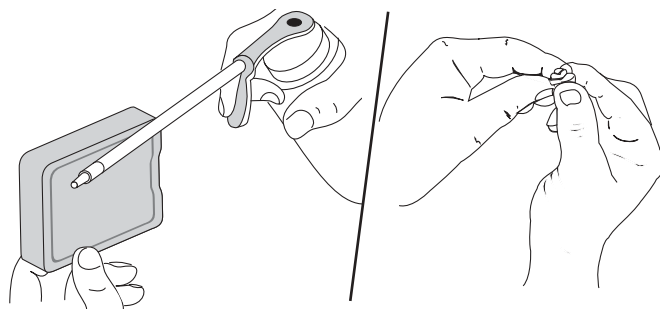

Fig. 22
4. Appliquez une quantité suffisante d'huile moteur propre SAE 30 pour enduire légèrement le filtre (Fig. 22).
5. Pressez le filtre pour répartir et drainer l'excédent d'huile (Fig. 22).